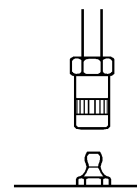

Fig.7A
- 4) 給脂しようとするグリースニップルとノズルの先端をきれいに拭いてから、ノズル先端をグリースニップルに真っ直ぐに押し当て、チャッキングしてください。(Fig.7A)